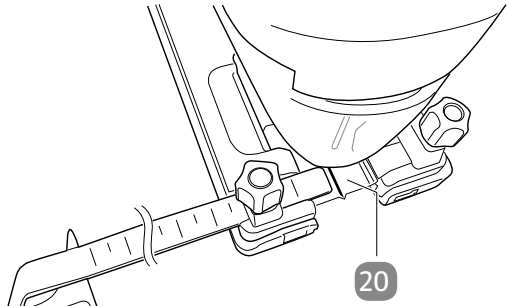

Abb. 1
3. Stellen Sie den Abstand ein, indem Sie die gewünschte Zentimeter Anzahl auf dem Parallelanschlag über der roten Linie **20** ausrichten (siehe **Abb. 1**).
- Zeichnen Sie zunächst eine gewünschte Linie auf dem Werkstück ein, nach der Sie sich richten können. Mithilfe der roten Linie zwischen den Festschrauben (siehe **Abb. 1**, Seite 19), können Sie die Säge entlang Ihrer eingezeichneten Linie führen, um das Werkstück präzise zu sägen.